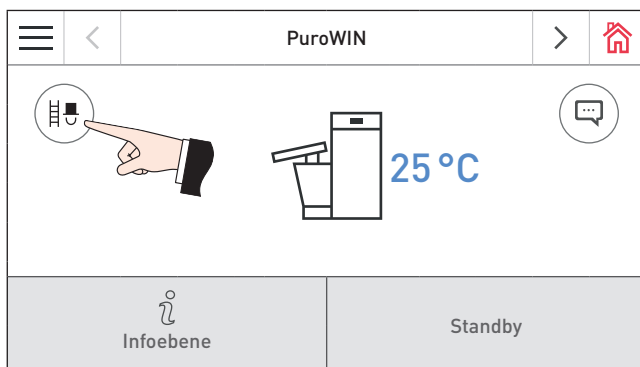

Fig. 33 Homescreen PuroWIN mit Direktschnecke
► Kaminkehrer-Taste (H) am Homescreen des Kessels (Fig. 33) drücken.